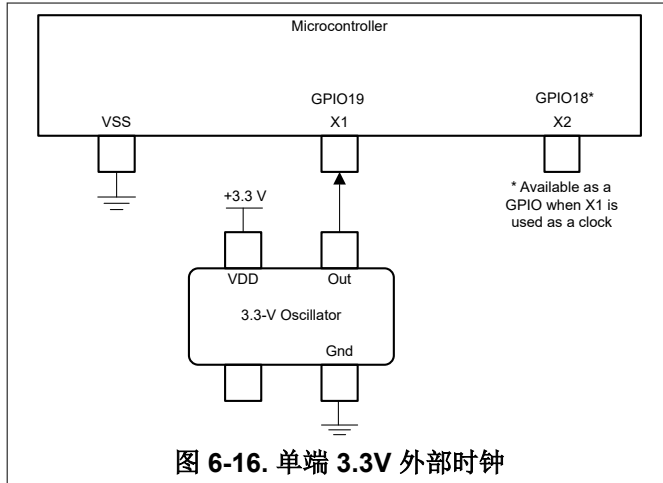

图 6-16. 单端 3.3V 外部时钟
- 单端 3.3V 外部时钟。时钟信号应连接到 X1（如图 6-16 所示），且 XTALCR.SE 位设置为 1。